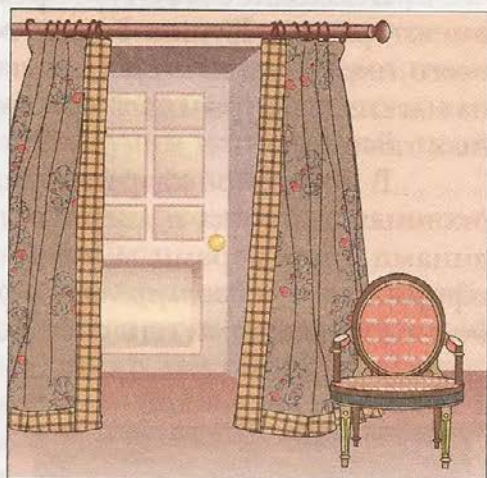

Рис. 113. Портьеры
*Портьеры* — занавеси на двери из непроницаемой плотной ткани, используемые для изоляции от света и шума соседних помещений, маскировки дверного проема (рис. 113).